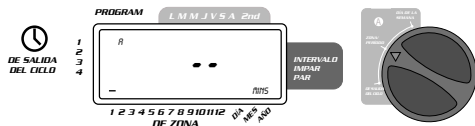

FIGURA 6: Duración de la estación para el programa A
- Haga girar el dial a la posición **DURACIÓN DE ESTACIÓN** ya sea en el program A o en el B. La pantalla mostrará el programa que usted haya seleccionado con una "A" o una "B" y los - - MINS y el cursor intermite en la estación "1" [Vea la figura 6].